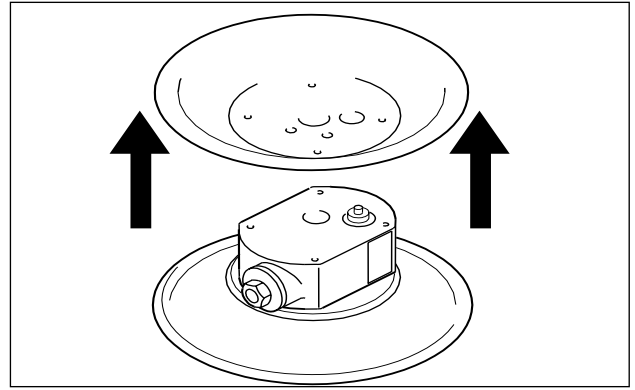

Fig. 12 Démontage des chambres côté air
- Dévisser les chambres côté air du bloc central (seulement sur les pompes métalliques, exception : pompes à membranes DB, DH) (fig. 12).